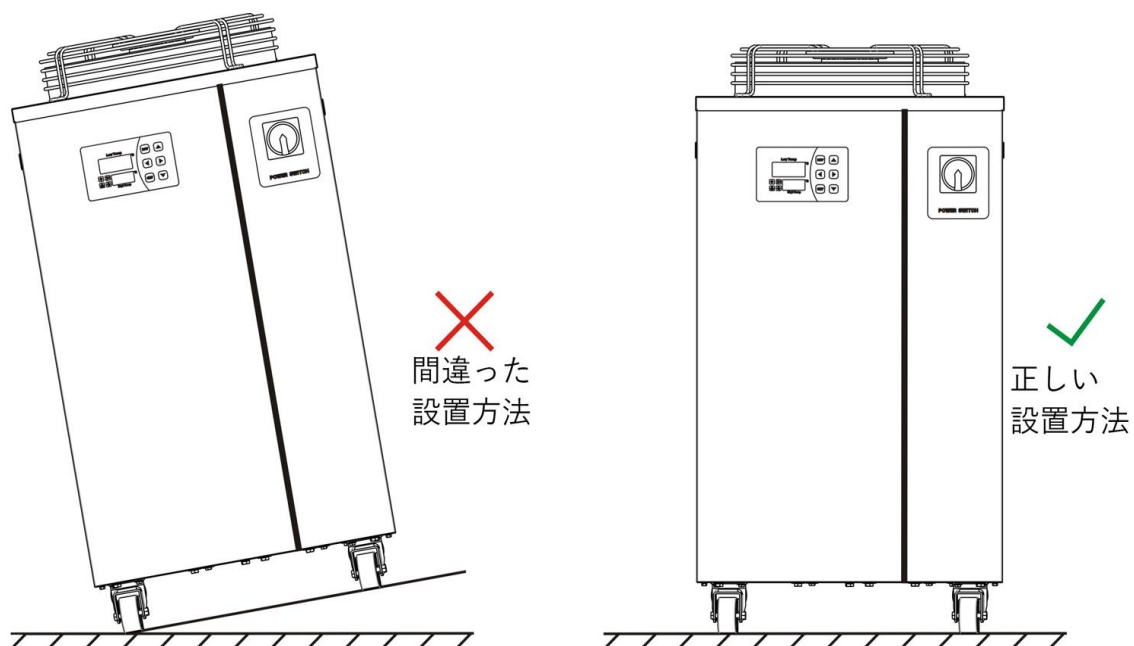

図 1: 安定した場所で水平に設置してください。
(1) 平坦で水平な場所に設置し、傾いていないようにします。(図1参照)